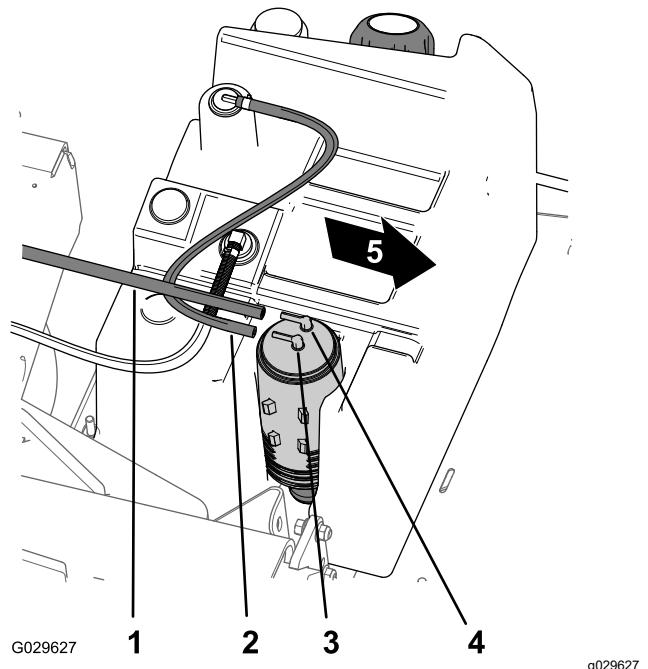

Figura 46
2. Retire la manguera del depósito de combustible del acoplamiento del cartucho de carbón marcado "Fuel Tank" (depósito de combustible) (Figura 46).
1. Retire la manguera de aspiración del acoplamiento del cartucho de carbón marcado "Purge" (purga) (Figura 46).
8. Conecte la manguera de aspiración al acoplamiento del cartucho de carbón marcado "Purge", y la manguera del depósito de combustible al acoplamiento marcado "Fuel Tank" (Figura 46).